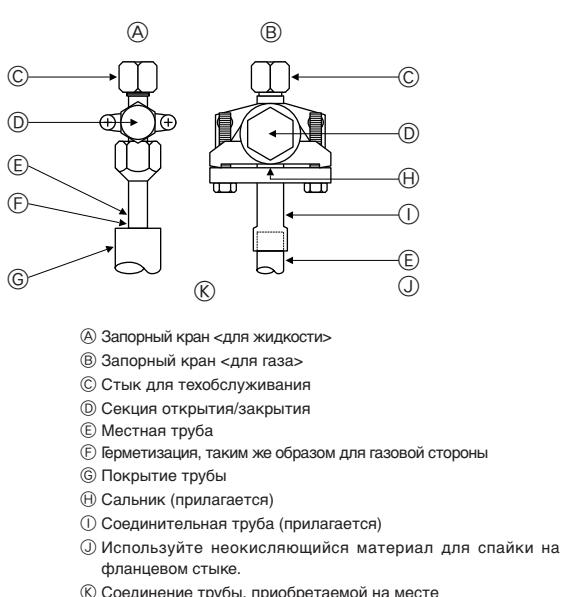

Fig. 5-5
5.4. Метод проверки герметичности трубопровода хладагента (Fig. 5-5)